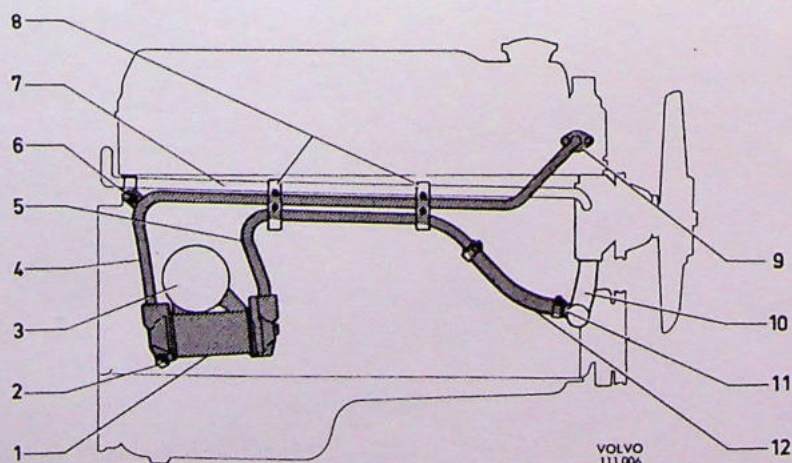
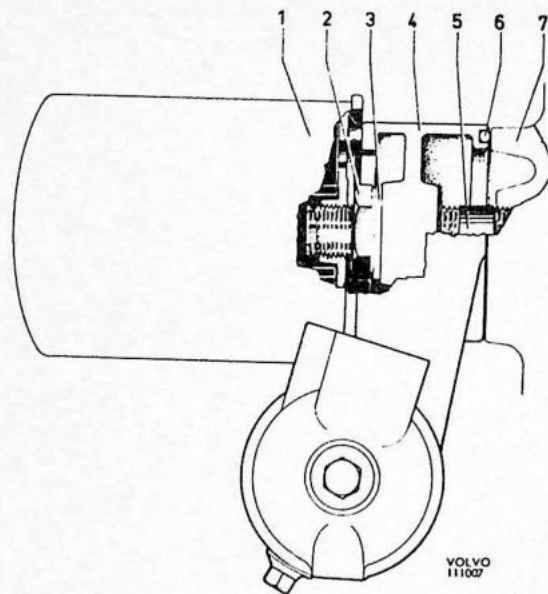

Fig. 1. Gemonteerde oliekoeler
Fig. 2. Bevestiging oliekoeler aan motorblok
Voor bovengenoemde landen wordt de Volvo 164 voortaan afgeleverd met een oliekoeler (zie Fig. 1), waarvan het doel is om de temperatuur van de motorolie onder zware bedrijfsomstandigheden binnen de perken te houden.
De oliekoeler vormt een onderdeel van het smeersysteem en is tussen het motorblok en het oliefilter aangebracht, zie Fig. 2. De motorolie wordt door de oliepomp onder druk gebracht en stroomt eerst door de oliekoeler om vervolgens via het oliefilter naar de diverse smeerpunten te worden gevoerd.
De koeling wordt van het motorkoelsysteem afgetakt. De inlaatpijp (4, Fig. 1) verbindt de oliekoeler met het thermostaathuis in de cilinderkop. De uitlaatpijp (5) vormt een verbinding tussen de oliekoeler en de pijp (10) die tussen de waterpomp en de onderste radiateurslang is opgenomen. De koelvloeistof wordt onder druk uit de cilinderkop via de inlaatpijp door een buizenstelsel met een groot koelingsoppervlak in de oliekoeler geleid, om vervolgens via de uitlaatpijp naar de pijp (10) te worden gevoerd.
1. Vervang de pijp (10, Fig. 1) tussen de waterpomp en de onderste radiateurslang, door de uitvoering met een aansluiting voor de uitlaatpijp van de oliekoeler.
2. Vervang de nippel (5, Fig. 2) voor het oliefilter door de nieuwe nippel, die wat langer is. Zet de nippel vast met een moment van 4,5 - 5,5 kgm. (33-40 lb. ft.)
3. Breng de afdichtring (6) op de oliekoeler aan en smeer deze in met wat afdichtmiddel, bijv. Pliobond 20 of iets soortgelijks.
4. Sluit de inlaat- en uitlaatpijp aan volgens Fig. 1.
- b. Bevestig de lip aan de inlaatpijp onder de bout (6).
- c. Klem met behulp van de twee klemmen de inlaat- en uitlaatpijp vast aan de retourleiding van de kachel, zie Fig. 1.
- d. Sluit de slang (12) aan tussen de uitlaatpijp en de pijp (10).
5. Zet de moer (2, Fig. 2) voor de oliekoeler vast met een moment van 3 - 5 kgm (22 - 36 lb. ft.)